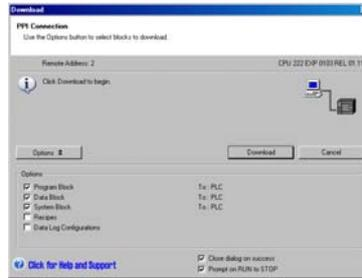

图2-11 下载程序
1. 您可以点击工具条中的下载图标或者在命令菜单中选择文件 > 下载来下载程序。参见图2-11。